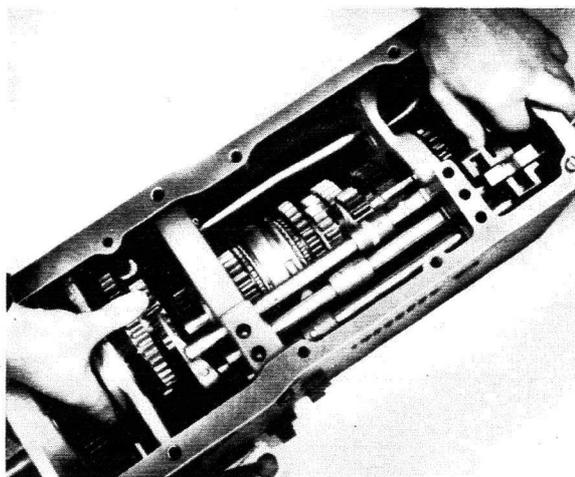

Fig. 2
- d'une main, maintenir le pignon appliqué contre sa toile de boîte AR, de l'autre main soulever et pousser vers l'AV le levier de commande de réducteur de façon que la fourchette puisse s'engager dans la denture du pignon (fig. 2).